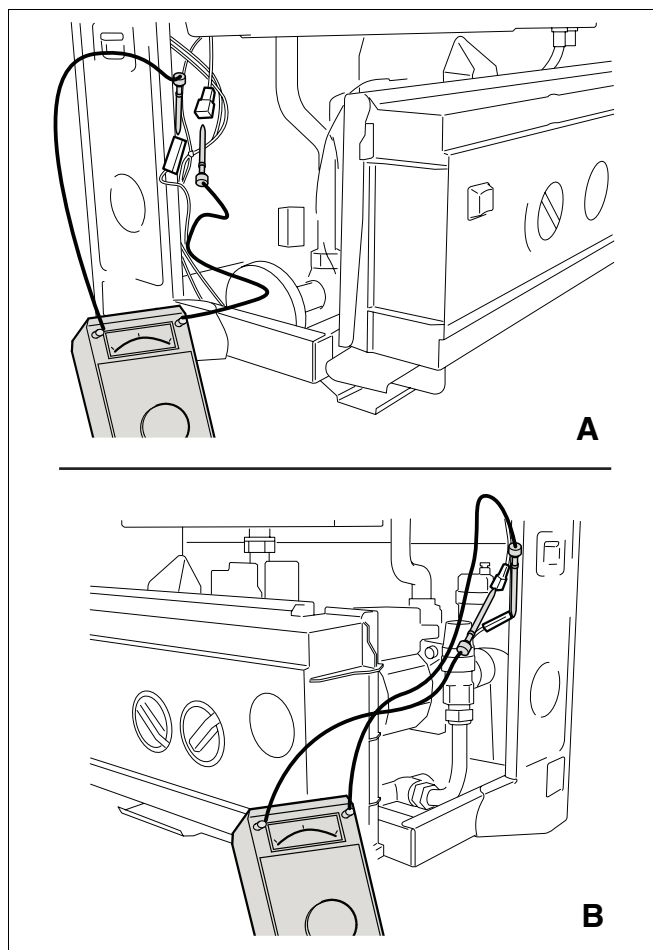

Рис. 20 Проверка ионизационного тока
- На измерительном приборе выбрать область  $\mu\text{A}$  (DC) (рис. 20).